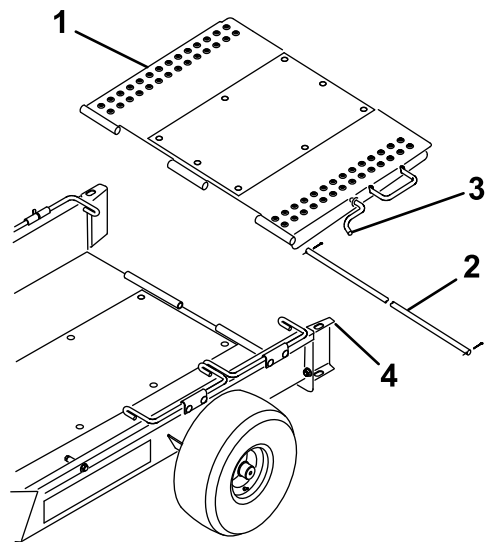

Figura 4
- Monte la rampa del remolque en la parte trasera de la plataforma del remolque con la varilla de bisagra y 2 pasadores de chaveta (Figura 4).
- Gire la rampa del remolque hacia arriba y enganche el cierre de la rampa en el taladro en la parte superior de la guía de la rueda (Figura 4).
8. Gire la rampa del remolque hacia arriba y enganche el cierre de la rampa en el taladro en la parte superior de la guía de la rueda (Figura 4).